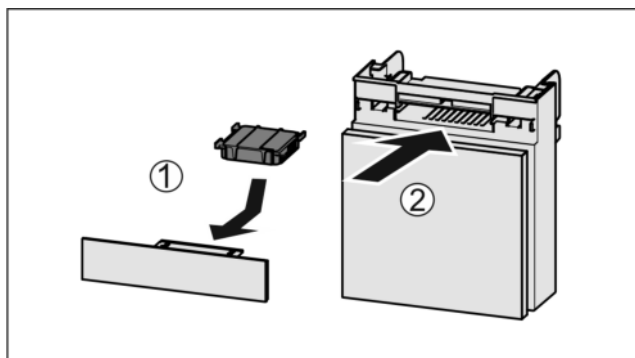

Fig. 58
- Aktivkohlefilter nach Abbildung einsetzen Fig. 58 (1).
- Fach einschieben Fig. 58 (2).